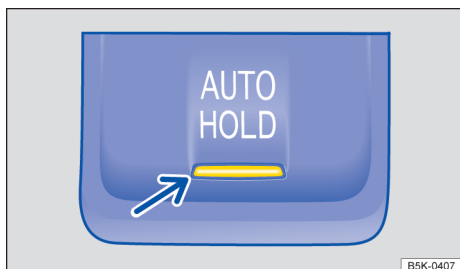

Fig. 123 No console central: Função Auto Hold.
A função Auto-Hold está ativa, se a luz de controle no botão **AUTO HOLD** → Fig. 123 se acender em amarelo e a luz de controle **(P)** no display do instrumento combinado se acender em verde.
- Pressionar o botão **AUTO HOLD** → **(P)**. A luz de controle se acende em amarelo no botão **AUTO HOLD** → Fig. 123. Auto Hold está pronto para funcionamento, porém o veículo não é necessariamente mantido parado → **(P)**.
- Pressionar o botão **AUTO HOLD** → **(P)**. A luz de controle no botão **AUTO HOLD** → Fig. 123 se apaga.